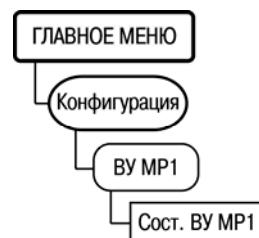

Рисунок 6.6
6.7.2 Работа MP1 контролируется по значениям //Конфигурация/Сост.ВУ MP1 (рисунок 6.6). Оперативный параметр, отображающий текущее состояние выходов блока MP1. Тип отображения – бинарный. Младший разряд соответствует выходу 8 MP1, старший – выходу 1 MP1.